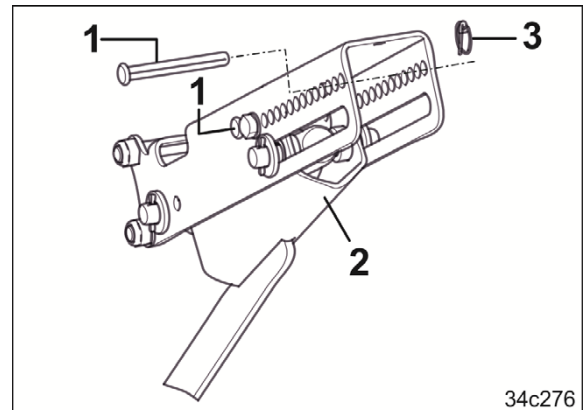

图 168
2. 在限位挡块（图 168/2）上下各将一个螺栓（图 168/1）插入调节部分中并且通过制轮楔（图 168/3）固定。